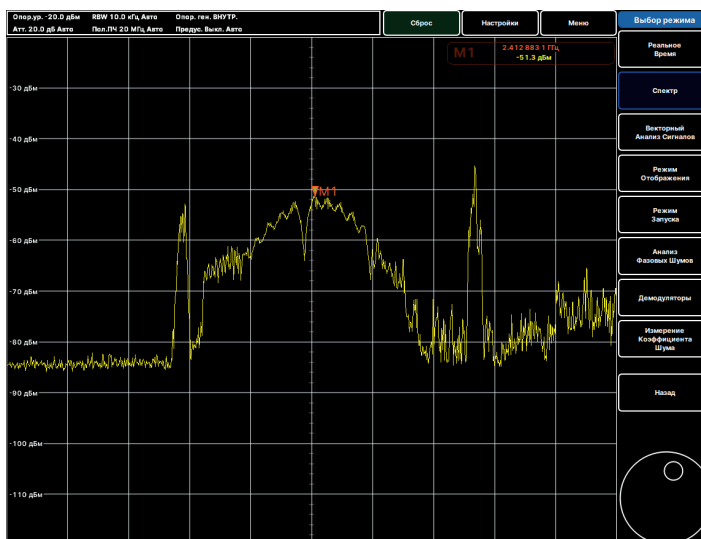

Рис. 20. Переключение в режим анализатора спектра
- в меню выбора режима нажмите **Спектр / Spectrum** (Рис. 20);